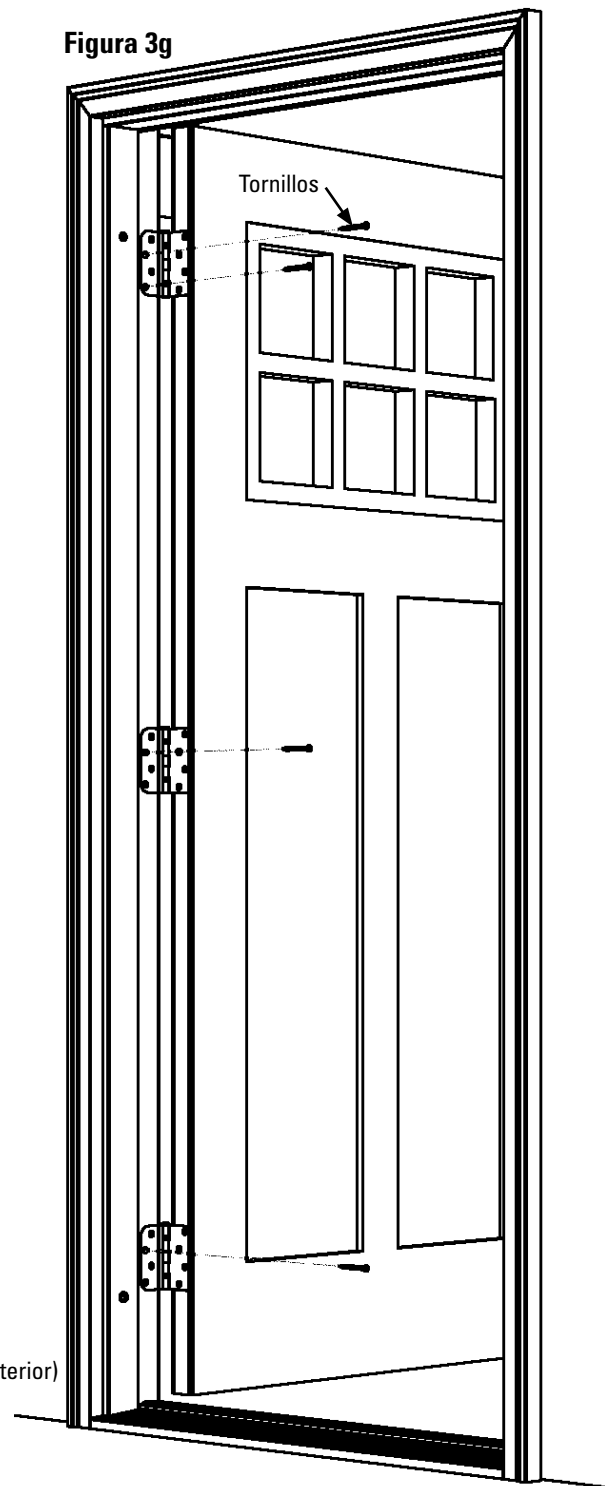

**Figura 3h**
**TODAS LAS JAMBAS DE BISAGRA:** Coloque cuñas adicionales en la parte superior de la bisagra media (6/8) o bisagras (8/0). Instale dos tornillos # 9 x 2-1/4" (incluidos en el kit de instalación) a través de la bisagra superior en las ubicaciones que se muestran en la **Figura 3g**. Instale un tornillo a través de cada una de las dos bisagras inferiores (6/8) o tres bisagras (8/0) (**Figura 3h**). Instalar en los orificios más cercanos a la ranura del sello de intemperie. Si ya hay un tornillo en el orificio, reemplácelo con un tornillo de 2-1/4". Use el tornillo más corto en cualquier otro agujero de bisagra vacío.